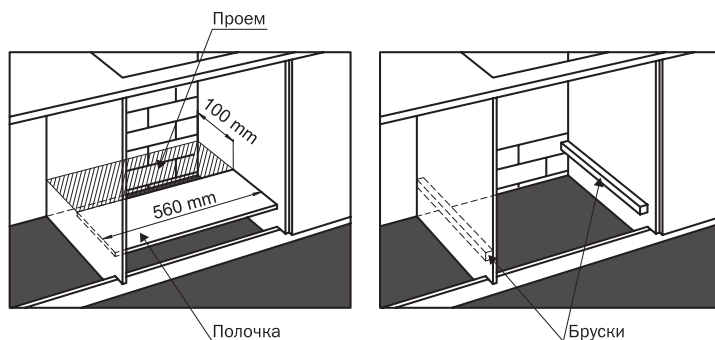

Рис. 4
11. Если варочная поверхность устанавливается над встроенным духовым шкафом, важно, чтобы он был правильно установлен! При установке духового шкафа в мебельную нишу на сплошную (целую) полку – оставить заднюю стенку ниши максимально открытой. Для доступа воздуха в полке должен иметься проем (заштрихованная область) с размерами не менее 100 x 560 мм. То есть мебельную нишу нельзя «зашивать» полностью (Рис. 4).